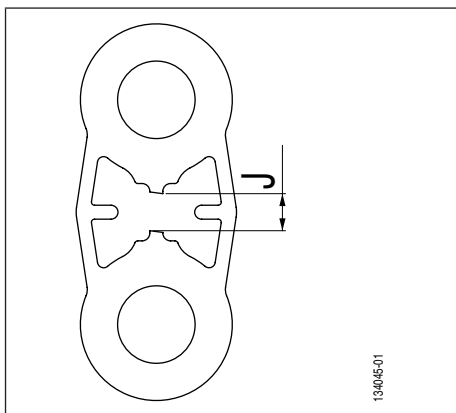
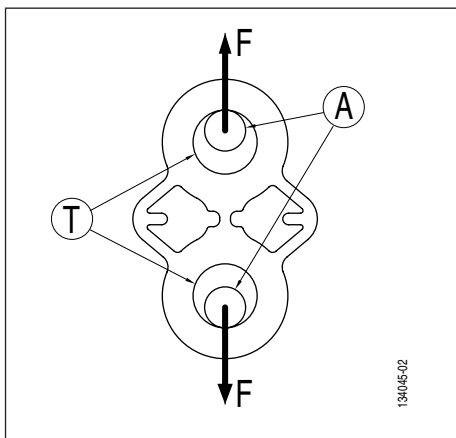
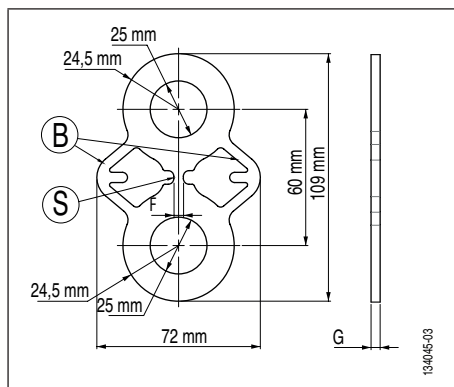
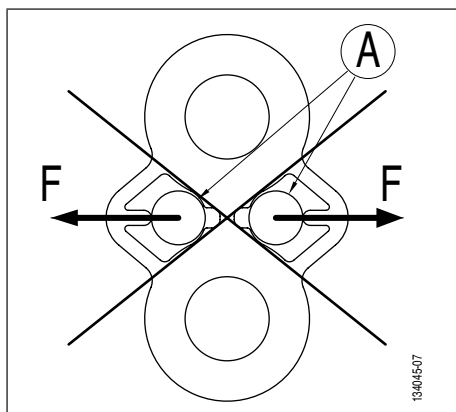

Fig. 1
Fig. 2
Fig. 3
Fig. 5
A carga de teste é atingida com a ruptura da seção central da placa (Fig. 3, página 51, item S). Um par de braços de retenção (Fig. 3, página 51, item B) permite garantir a manutenção da linha de carga após a ruptura da seção indicadora ‘S’.
Uma gama completa de placas de teste TA foi desenvolvida para testar em tração os pontos de amarração. Os furos de fixação (Fig. 2, item T) das placas são dimensionados para receber manilhas lira de alta resistência. As diferentes referências de placas de teste TA são fabricadas em aço inoxidável da mesma nuance para garantir a ruptura da seção (Fig. 3, página 51, item S) com uma precisão de +/- 10% em relação à carga de ruptura CR indicada na placa (capítulo 11. *Marcações*). Os braços de retenção (Fig. 3, página 51, item B) são dimensionados para garantir uma resistência mecânica no mínimo igual à carga de ruptura CR indicada na placa.
- Colocação sob carga da placa de teste TA (Fig. 2).
- À carga de ruptura CR indicada na placa (capítulo 11. *Marcações*) ruptura da seção S (Fig. 3, página 51, item S).
→ Alongamento da placa e aparição de uma folga ‘J’ entre as duas metades superior e inferior da placa de teste TA (Fig. 1, folga J).
! PERIGO: Se operador recolocar a placa sob carga após a ruptura da seção 'S', existe um risco de ruptura dos braços de retenção (Fig. 3, página 51, item B) e queda do aparelho de carga A folga 'J' máxima (Fig. 1, folga J) não deve exceder 15 mm.
⚠ PERIGO: É estritamente proibido fixar os eixos de manilha nos braços de retenção (Fig. 5, página 52).
2. Verificar que a placa de teste de ruptura TA está corretamente amarrada (*Fig. 2, página 51 e Fig. 5, página 52*).
6. Amarrar a placa de teste TA pelos seus braços de retenção (cf. Fig. 5, página 52).